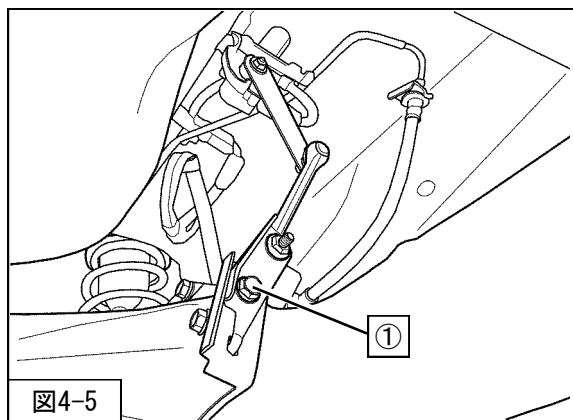

図4-5
①車高センサ取付ボルト (締付トルク : 10N・m) を使用し、車高センサを取付けてください。(図4-5)